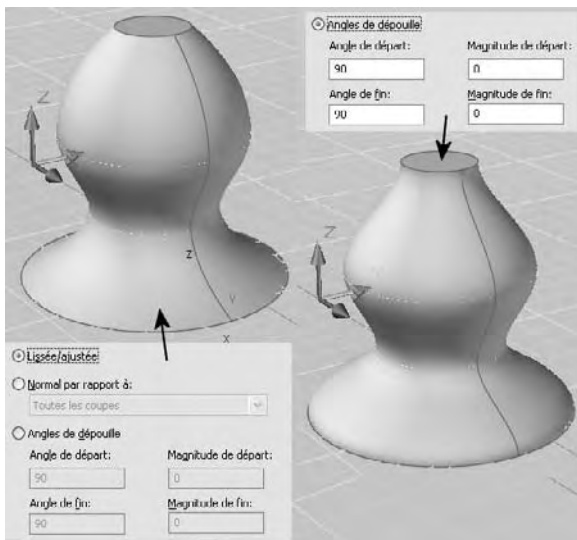

Fig.4.25
- **Angles de dépose** (Draft angles) : détermine l'angle et la magnitude de dépose de la première et de la dernière coupe de la surface ou du solide lissé. Cet angle donne la direction de début de la surface (fig.4.25).